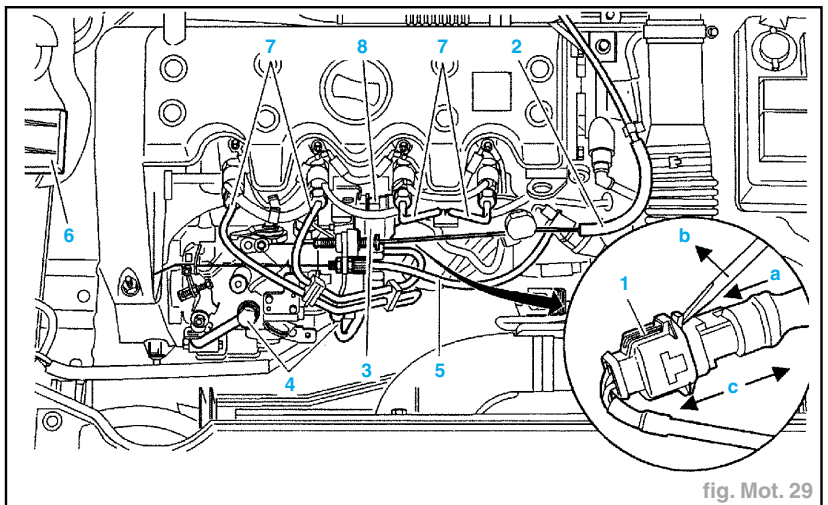

fig. Mot. 29
- Déposer le boîtier de pré-postchauffage (6) (fig. Mot. 29).